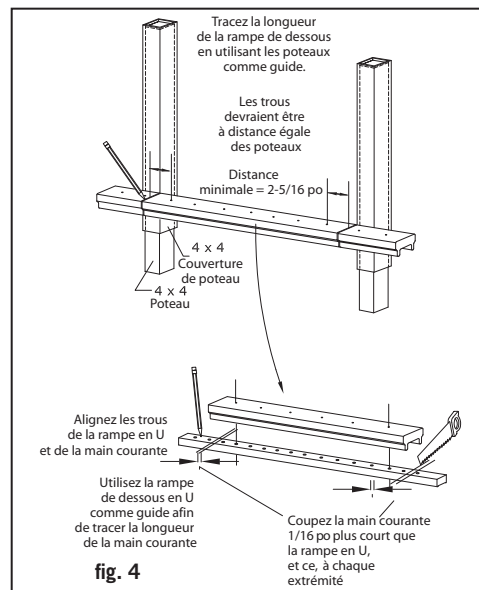

fig. 4
Étape 6 : **Note! Afin d'être certain que l'espacement entre les balustres soit le même, les éléments de la balustrade doivent être taillés à chaque extrémité.** Utilisez une rampe de dessous en U préperçée comme guide. Placez celle-ci côte à côte avec la couverture de poteau et la rampe de centre afin d'assurer que les trous préperçés les plus éloignés soient à distances égales des couvertures de poteaux. **Assurez-vous que les trous soient à une distance minimale de 2-5/16 po de chaque poteau.** Tracez les intervalles entre les poteaux sur la rampe en U et taillez afin que le tout s'agence parfaitement (fig.4).